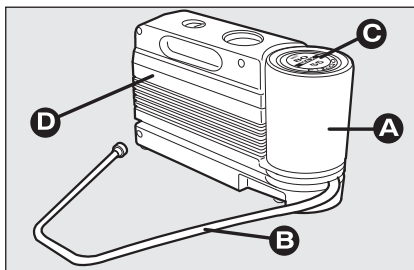

fig. 7
Il kit **fig. 7** comprende:
- un compressore **D-fig. 7** completo di manometro e raccordi, reperibile nel vano;